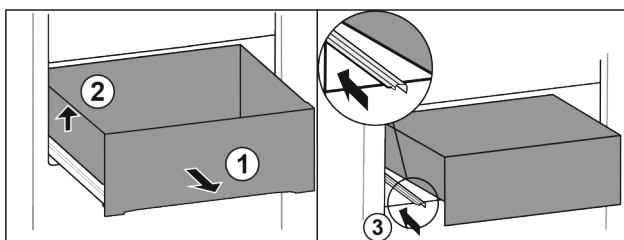

Fig. 181
- Tërhiqni sirtarin jashtë deri në fund. Fig. 181 (1)
- Ngrini lart sirtarin majtas. Fig. 181 (2)
- Shtyni brenda shinën e majtë. Fig. 181 (3)